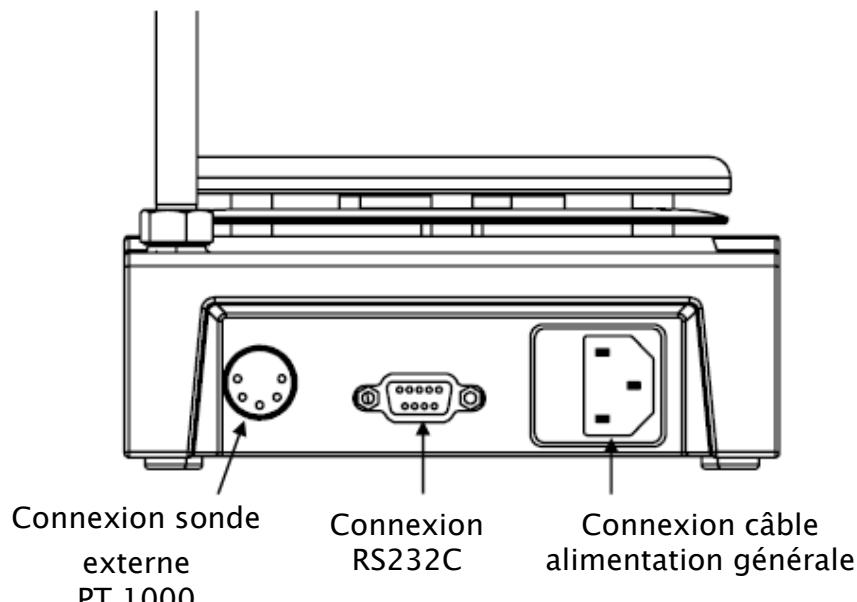

Figure 8
- **AVANT d'allumer l'agitateur, brancher la sonde PT1000** (connexion à l'arrière de l'agitateur, Cf. fig.8).
Les fonctions de ligne de l’interphase entre l’agitateur et le PC sont sélectionnées entre les signaux spécifiques de la norme EIA-RS232C, correspondant à la norme DIN66020 (Partie 1). L’emplacement de la connexion est signalé sur la figure 8.